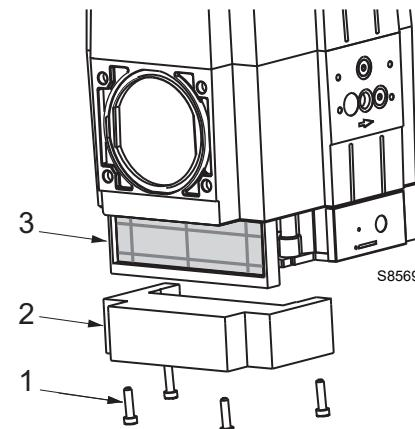

Abb. 12
- Die Schrauben 1)(Abb. 12) des Deckels 2), der sich am unteren Teil des Ventils befindet, abschrauben;